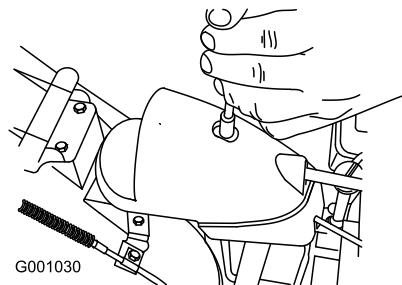

Figure 49
- 1. Retirez la fixation du couvercle du secteur denté (Figure 49), soulevez l'avant du couvercle et faites-le coulisser en arrière de façon à l'écartier.